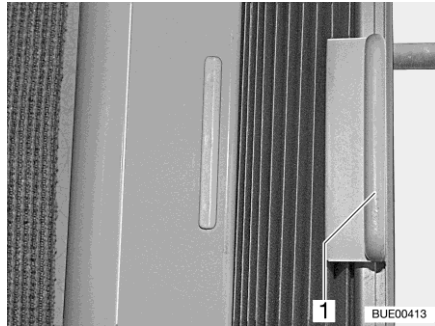

Bild 32 Plisségardin (sidofönster)
- Öppna och stänga: ■ Håll i plisségardinens handtag (Bild 32,1) och skjut åt höger eller vänster.